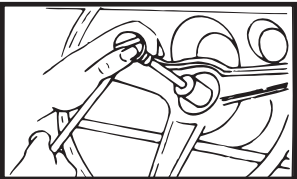

FIGURE 4 • FIGURA 4
- 4) Déposer l'écrou du volant (reportez-vous à la figure 4).